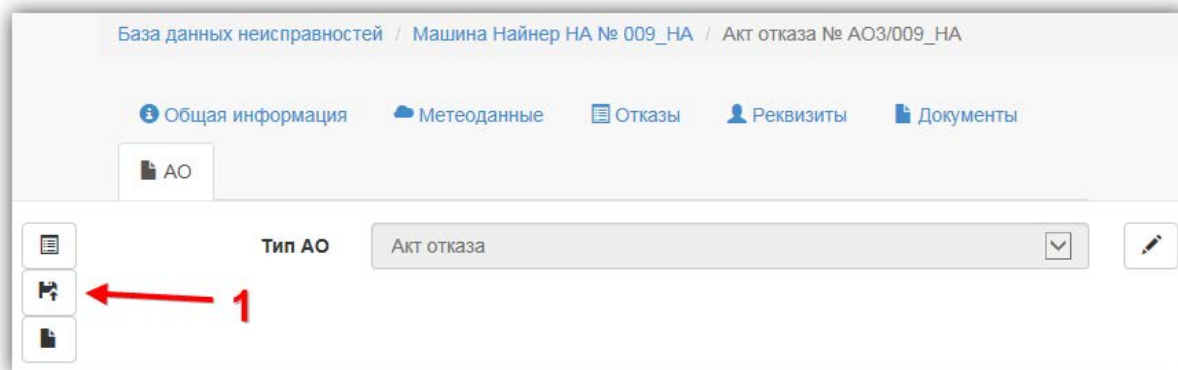

Рис. 10-14 – Вкладка «АО» страницы акта отказа: 1 – инструмент «Составить акт отказа»
4) Нажмите кнопку «Сохранить» . После этого в левой части вкладки «АО» станет доступным инструмент «Составить акт отказа»  (рис. 10-14).